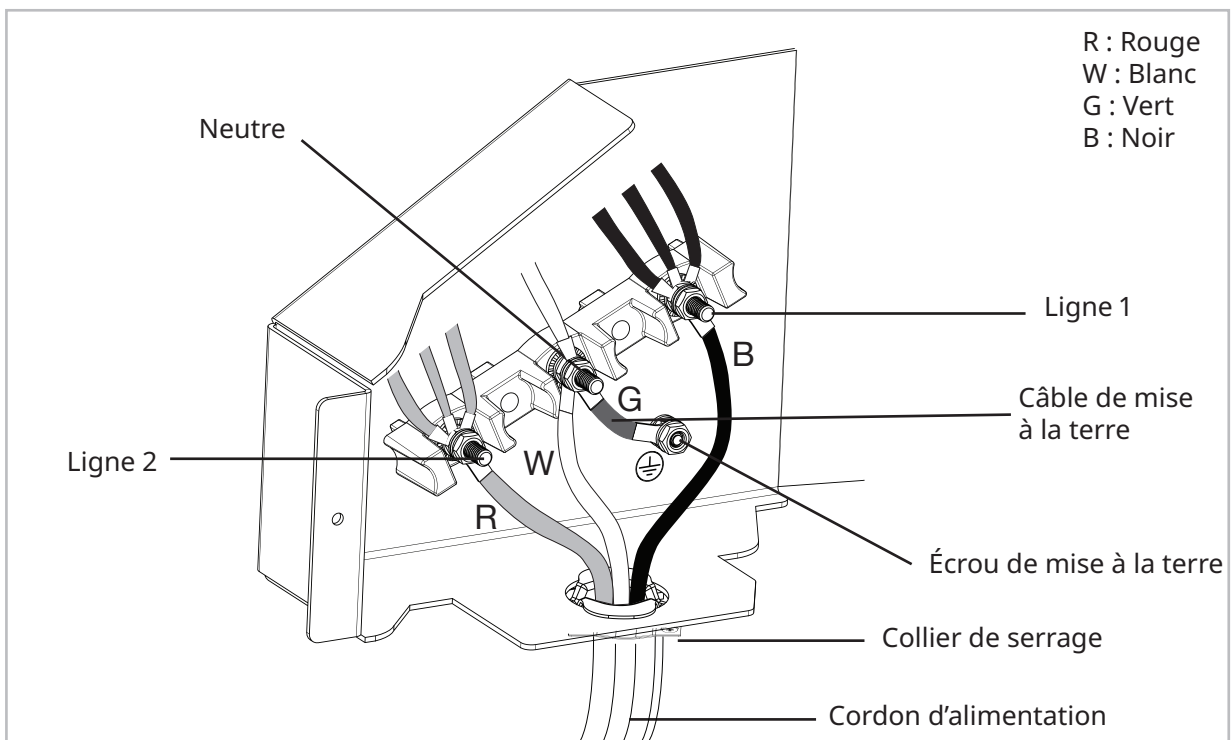
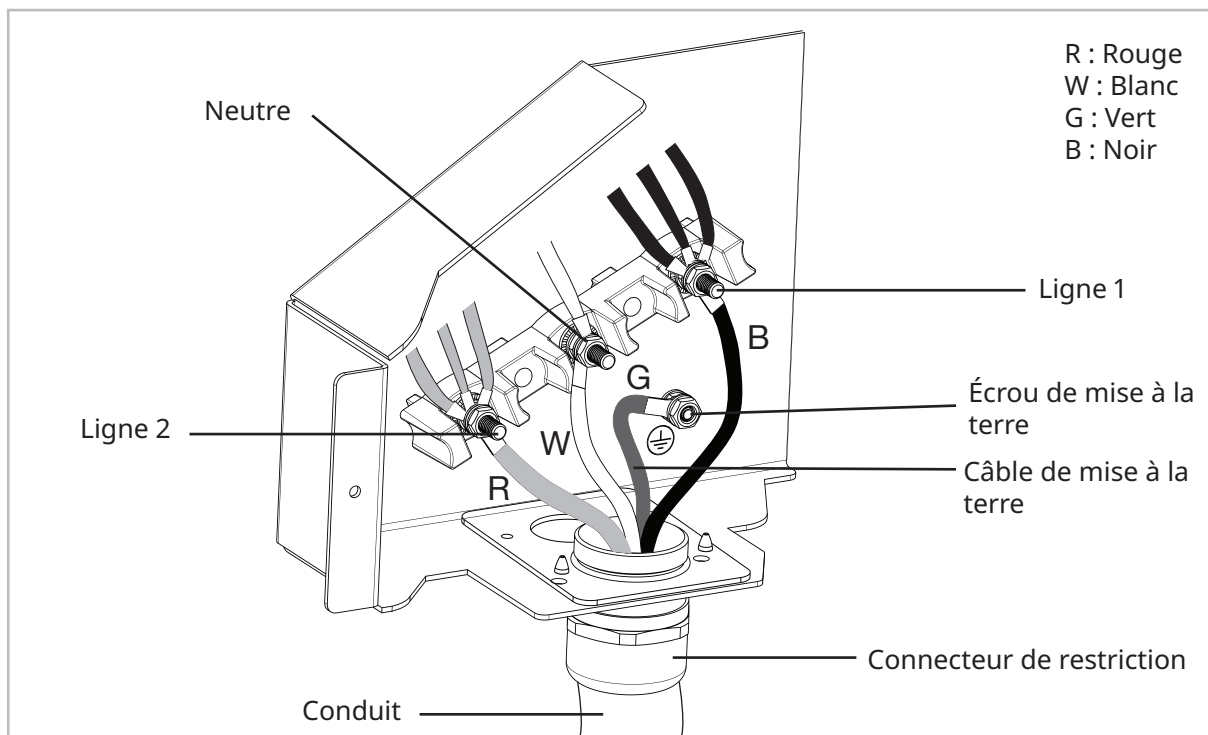

Figure 7 - Branchement à trois fils
Figure 8 - Branchement à quatre fils
4. Voir la Figure 7 pour le branchement de courant à 3 fils et la Figure 8 pour celui à 4 fils.
IMPORTANT : Le câble neutre du circuit d'alimentation doit être branché à la borne neutre du bornier située au centre de celui-ci. Les câbles d'alimentation doivent être branchés aux bornes gauche et droite du bornier. Le câble de mise à la terre doit être raccordé au support de la cuisinière à l'aide de vis et de rondelles tel qu'illustré à la figure 8 ci-dessous.